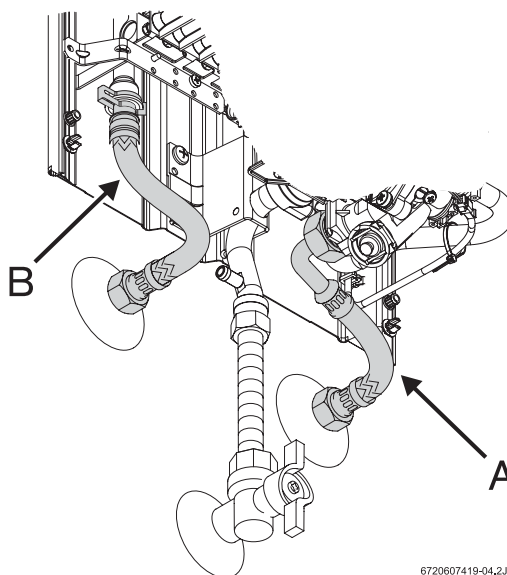

Fig. 5 Racordarea la apă
- Identificați conducta de apă rece (fig. 5, piesa A) și conducta de apă caldă (fig. 5, piesa B), pentru evitarea unei racordări greșite.